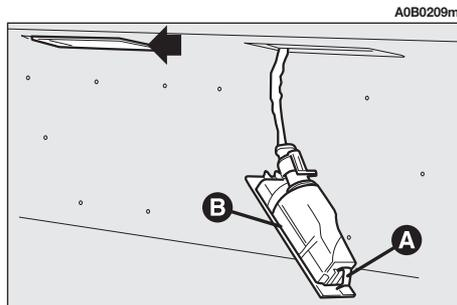

fig. 47
– Estrarre il gruppo luce targa agendo con un cacciavite a lama piatta e protetto con un panno morbido sul fermo (A-fig. 47).
– Estrarre il gruppo (B-fig. 47).
– Rimontare il gruppo completo (B-fig. 47) inserendo prima le alette di fissaggio e premendo poi in corrispondenza del fermo (A-fig. 47).